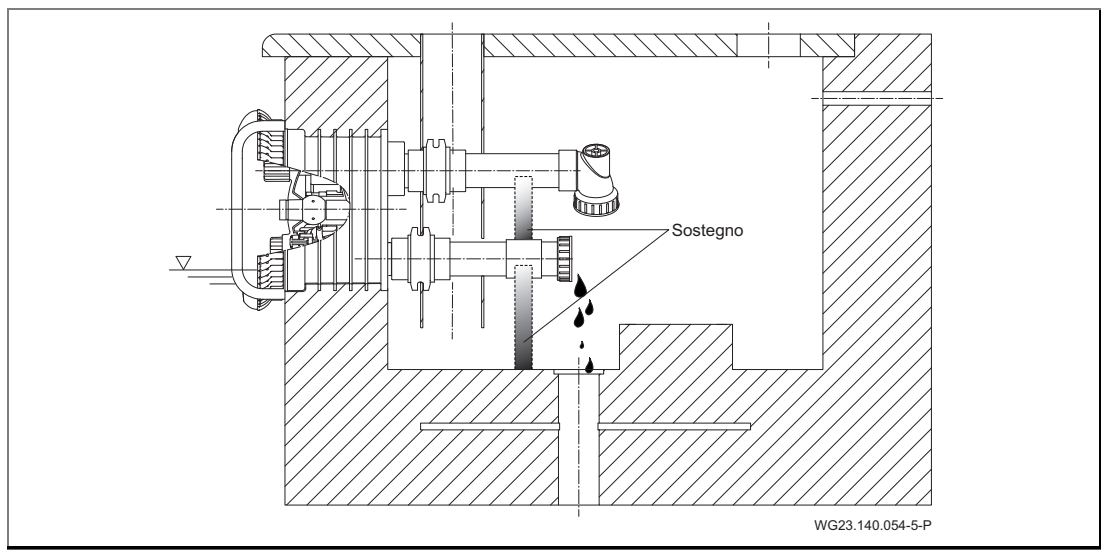

Fig. 27
3. Scaricare il tubo die aspirazione e die mandata poggiando su un sogestno. Vedere "Fig. 27".